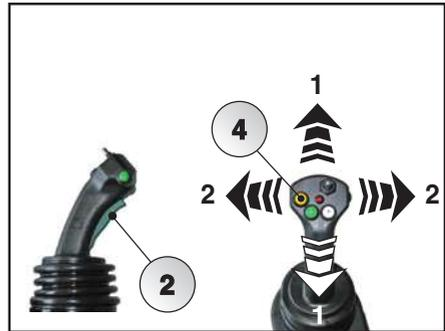
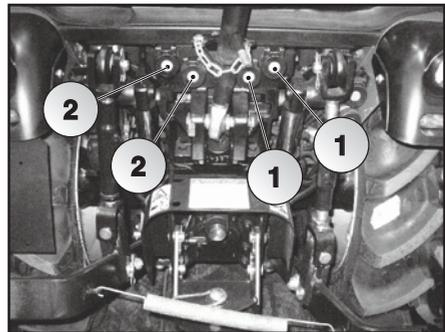

Abb. 5.76
Abb. 5.77
Den grünfarbigen Sicherheitsknopf (2) (Fahrer anwesend) und den gelbfarbigen Knopf (4) gedrückt haltend, ist es möglich den Joystick Hebel wie im Bild 5.76 zu richten u. die Schnellkupplungen wie im Bild 5.77 gezeigt zu fördern.